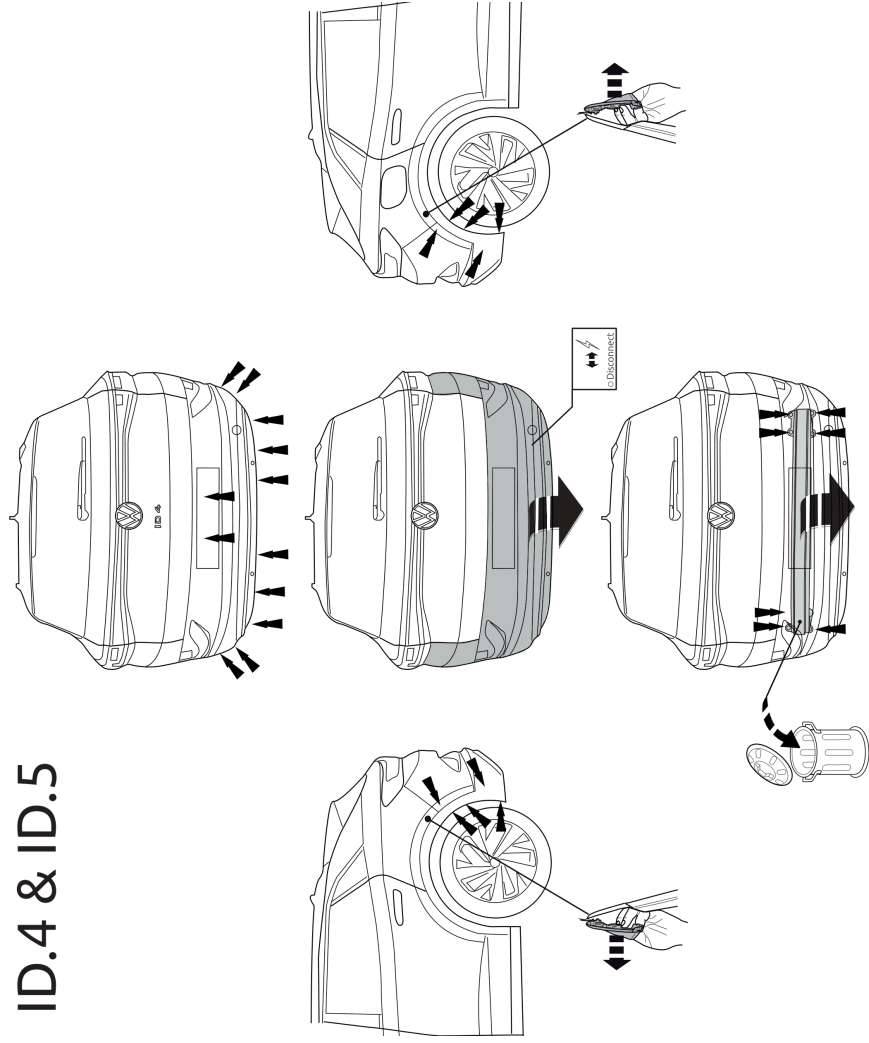

Fig. 1
1. Снять бампер вместе со буферным брусом автомобиля. Буферный брус больше не понадобится. Поставить болты на место. См. рисунок 1, 2 & 3.